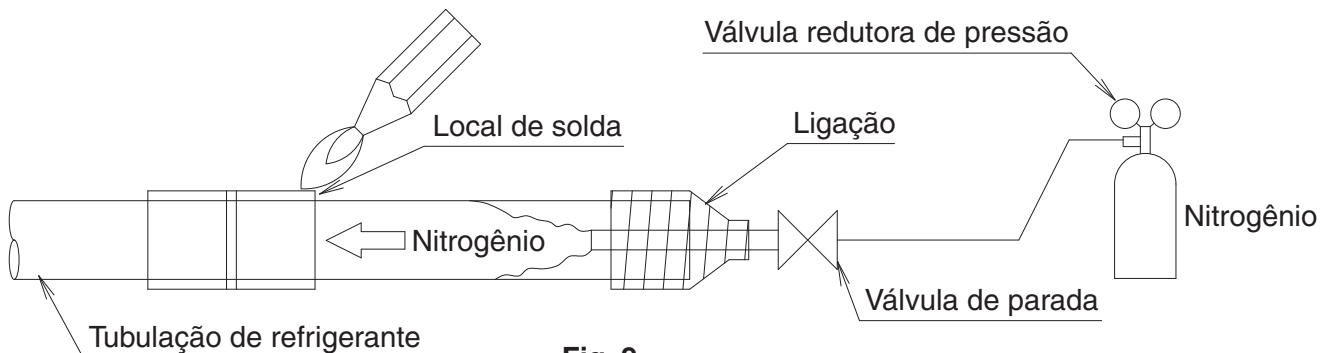

**Fig. 8**
- Após o teste de vazamento, consulte a **Fig. 8**, isole ambas conexões das tubulações de líquido e gás com o material de isolamento da junta em anexo (4) e (5) para evitar que a tubulação fica exposta. Depois, aperte ambas extremidades do material de isolamento com a braçadeira (8).
- Certifique-se de que as faces de emenda do material de isolamento da junta (4) e (5) estejam para cima.
- Cubra o material de vedação do meio (7) sobre as conexões da porca cônica das tubulações de gás e de líquidos.